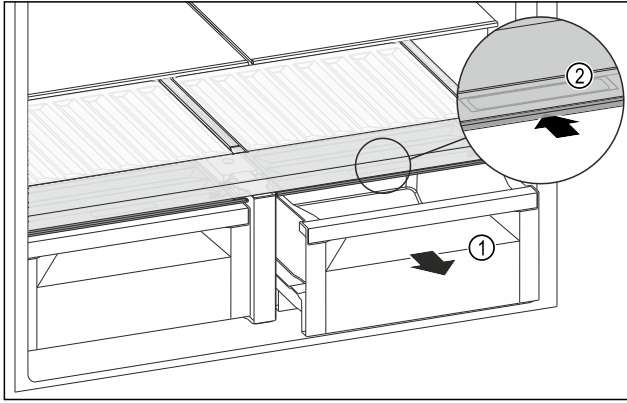

Fig. 128
- Schubfach Fig. 128 (1) herausziehen.
- Griffmulde Fig. 128 (2) am Fachdeckel anfassen und Fachdeckel gleichzeitig nach hinten schieben.